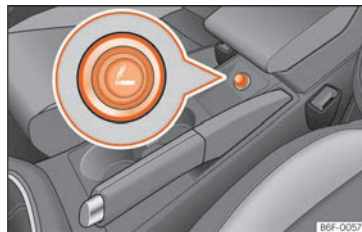

Fig. 159 Encendedor.
- Presione el encendedor » **fig. 159** para activarlo » ⚠.